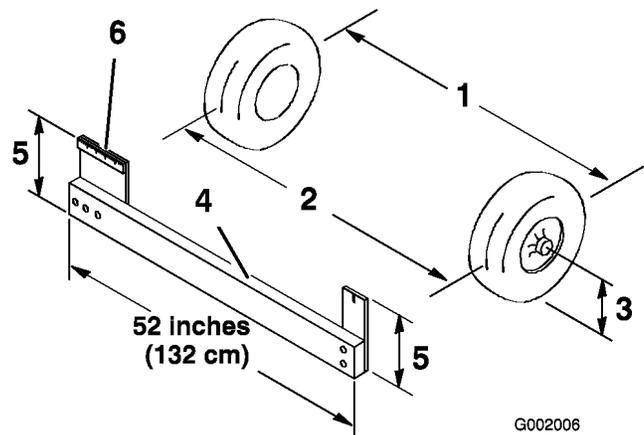

Figura 59
- Mida la distancia entre los neumáticos delanteros a la altura del eje, en la parte delantera y trasera de las ruedas (Figura 59). Es necesario utilizar una plantilla para medir la distancia entre la parte trasera de las ruedas delanteras a la altura del eje. Utilice la misma plantilla para medir con precisión la parte delantera de las ruedas delanteras a la altura del eje (Figura 59).